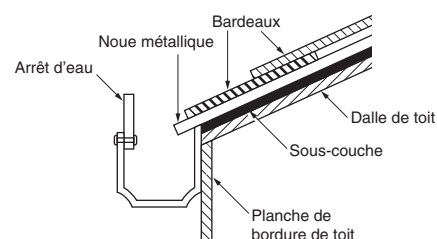

Figure 6-28 : Vue latérale de la noue
*Vous pouvez prévenir une fuite possible en permettant à la noue métallique de surplomber la planche de rive de toit. Garder les repères de 3 po (76 mm) parallèles au centre de la noue – c.-à-d. l'endroit où les bardeaux finissent – même avec les planches de rive sur le bord supérieur du toit. De cette façon, l'eau passe par-dessus la planche de rive (figure 6-28). (Merci à John Berman, de Pasbtigo, WI.)*